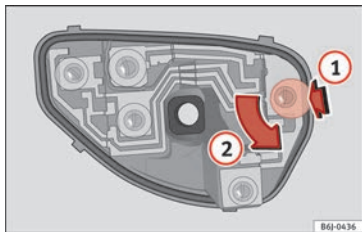

Fig. 110 Cambio de lámparas de las luces posteriores.
• Una vez retirado el portalámparas, presione en sentido de la flecha **(1)** y gire a la vez en sentido de la flecha **(2)** »» fig. 110.